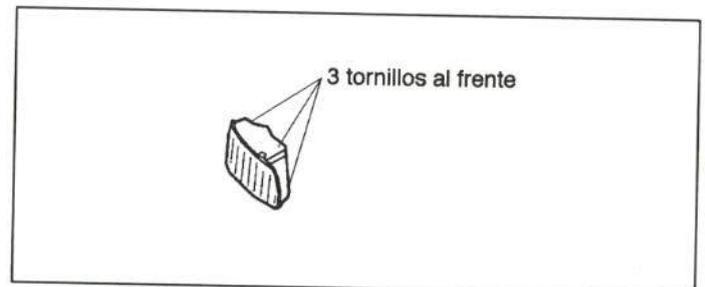

Figura 19.- Fijación del faro
El faro va fijado mediante 3 tornillos, cuya distribución se muestra en la figura 19.
- Faros (figura 19).